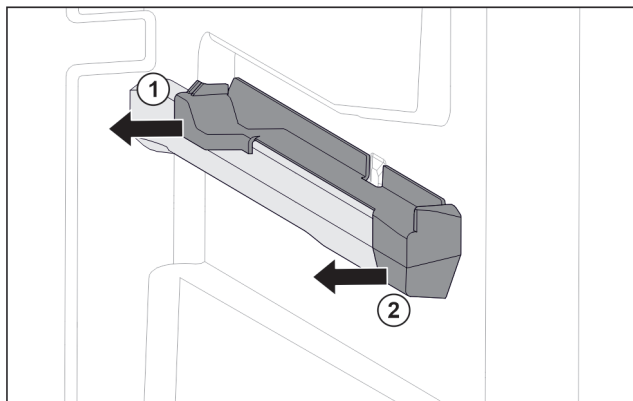

Fig. 124 Nasazovací díl na pravém žebrování na nádoby
- ▶ Stáhněte nasazovací díl vzadu na stranu. Fig. 124 (1)
- ▶ Stáhněte nasazovací díl vpředu na stranu. Fig. 124 (2)